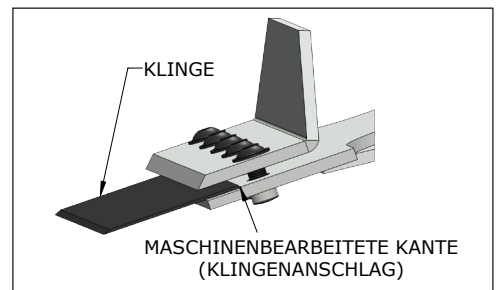

ABB. 6.2
3. Platzieren Sie die Klinge so im Schneidkopf und schieben Sie diese zurück, bis sie vollständig an der bearbeiteten Kante (Abb. 6.2) anliegt.